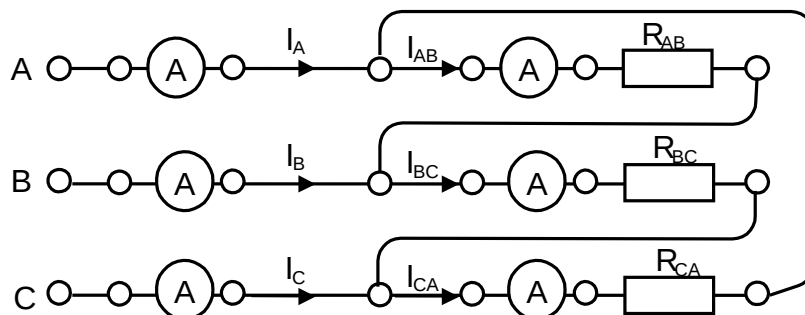
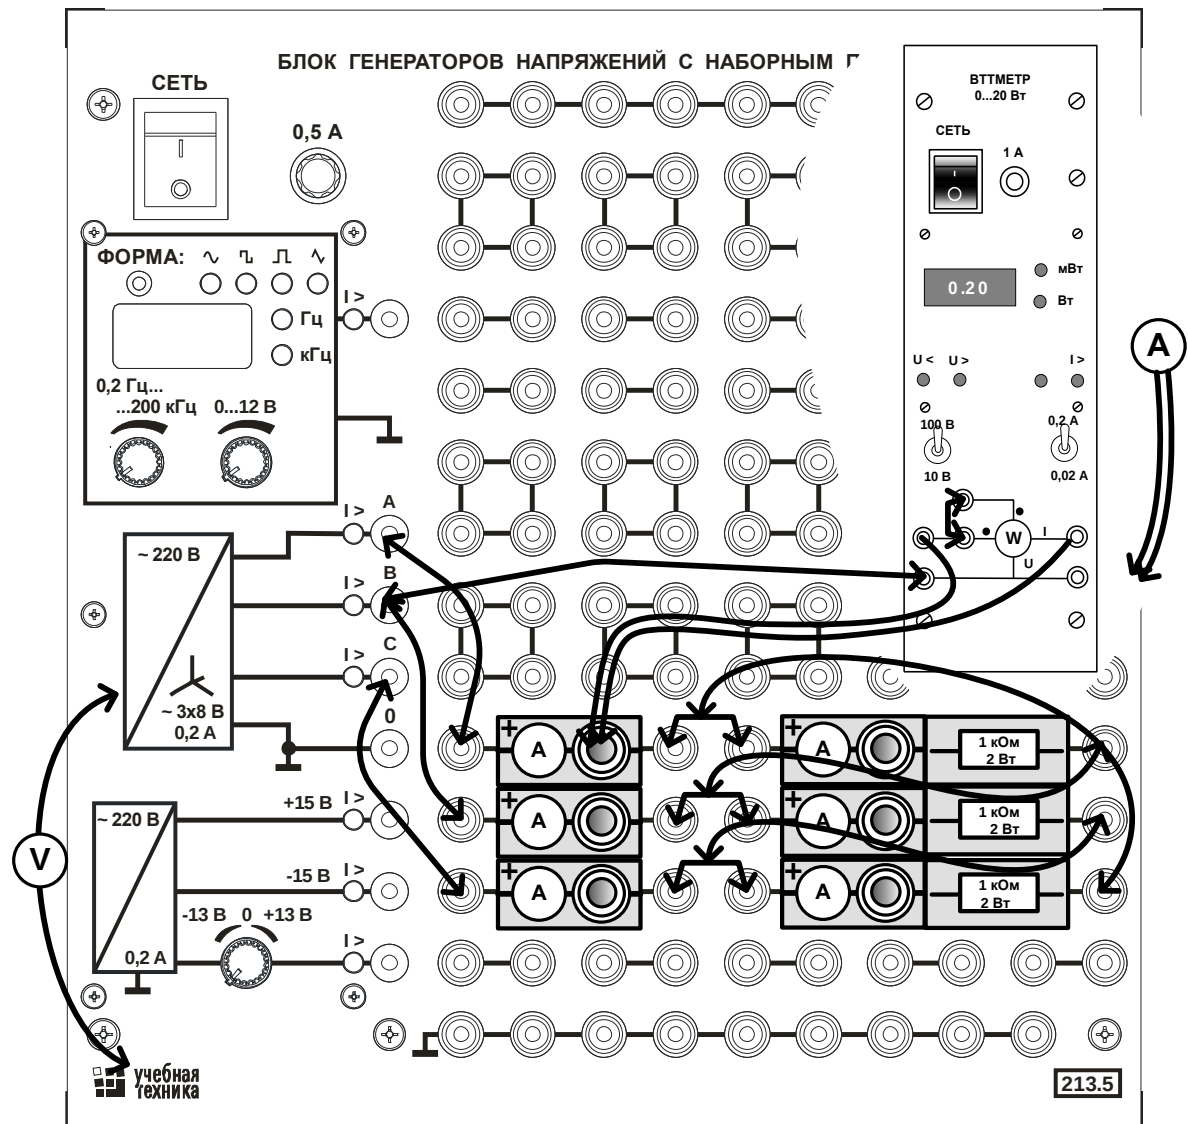
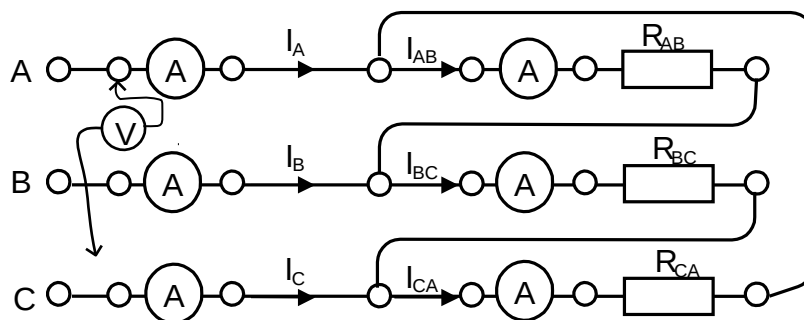

Рис. 4.8. Принципиальная схема цепи с симметричной нагрузкой.
Рис. 4.9. Монтажная схема.
Рис.4.18. Принципиальная схема цепи с сопротивлениями фаз.
- Соберите цепь с симметричной нагрузкой ($R_{AB} = R_{BC} = R_{CA} = 1 \text{ кОм}$) согласно принципиальной схеме (рис. 4.8) и монтажной схеме (рис. 4.9).
Соберите цепь согласно схеме (рис.4.18) с сопротивлениями фаз $R_{AB}=R_{BC}=R_{CA}=1\text{кОм}$. Монтажная схема такая же, как на рис. 4.9, но ваттметр в этой работе не понадобится.